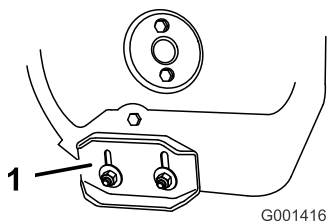

Figura42
3. Slăbiți piulițele care fixează ambii saboți la părțile laterale ale angrenajului melcat până când saboții glisează ușor în sus și în jos (Figura42).